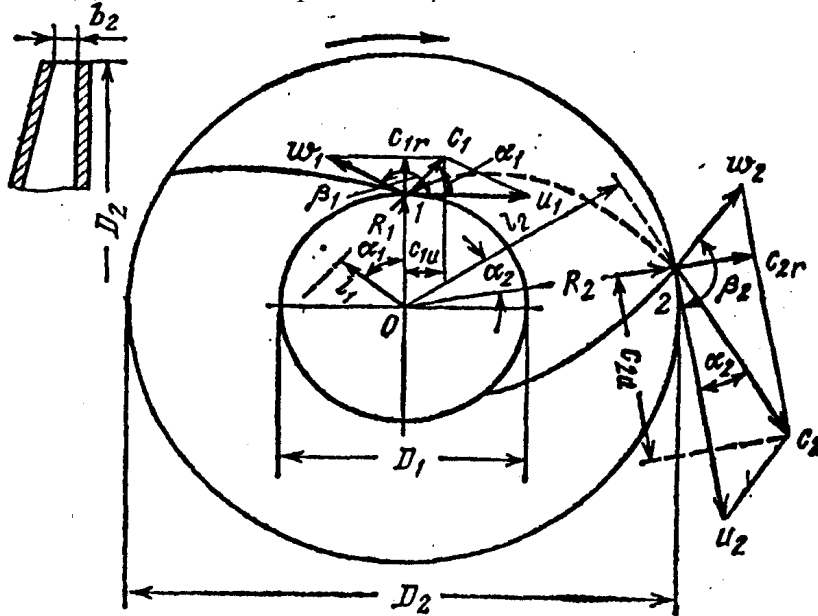

Рис. 4. Швидкості на вході і виході робочого колеса відцентрової машини
1.3.2. Частинки рідини приймають участь одночасно в переносному русі обертаючись разом з колесом з коловою швидкістю $U = \omega R$, де ω – кутова швидкість обертання; R – відстань частинки від осі обертання і в відносному русі, вздовж лопаток, з відносною швидкістю W (рис. 4) – β кут між напрямками W і U .
На рис. 4 показано план швидкостей на вході (положення 1) і виході (положення 2) колеса.